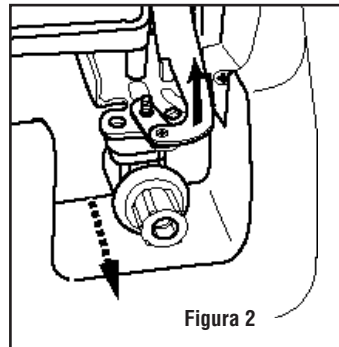

Figura 2
3. Separe el brazo propulsor del vástago (figura 2).